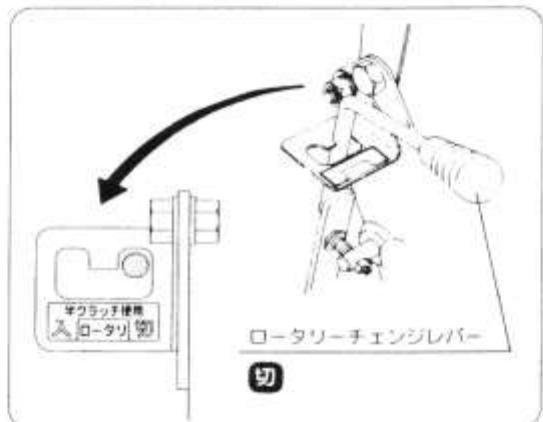

図13
- ❸ ロータリーチェンジレバーを「切」の位置にします。(図13)